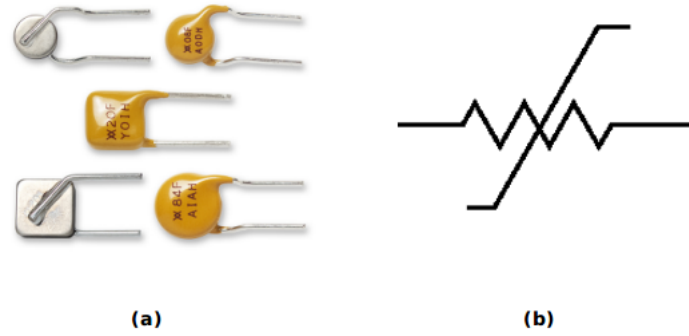

Figura 30: (a) Exemplo do componente físico "Polyswitch". (b) Exemplo da simbologia do componente "Polyswitch".
- *Polyswitch* - é um fusível "resetável", tem seu funcionamento semelhante a um PTC (aumentando a resistência conforme a temperatura aumenta), quando isso ocorre ele interrompe a passagem de corrente. Após o seu resfriamento o circuito volta a conduzir a corrente normalmente, como apresentado na Figura 30.